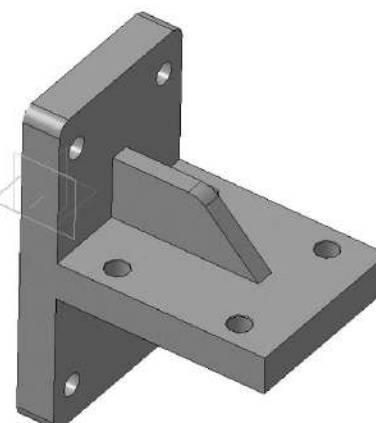

Рисунок 3.83. Результат операции «Массив»
7.8 Нажмите кнопку **Создать объект**  – будет построен массив отверстий (рисунок 3.83).